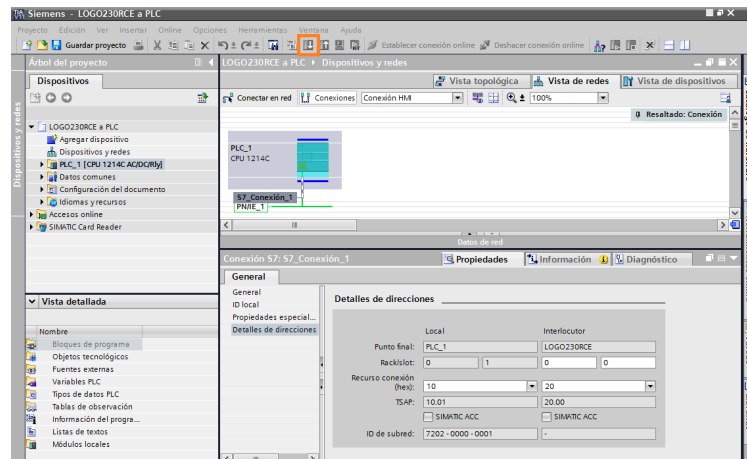

Figura 67: Cargar configuración.
9. A continuación cargar la configuración como indica en el cuadro naranja Figura 67.